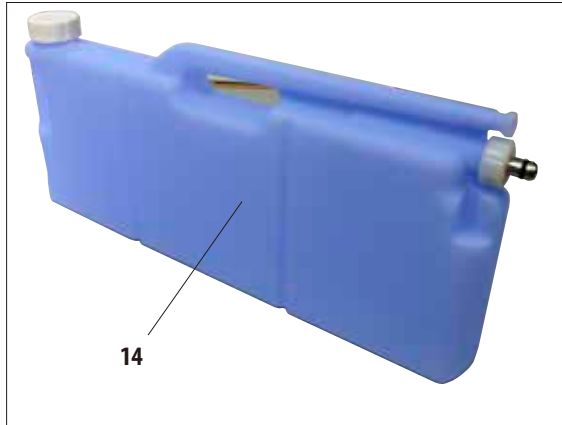

図 52
- 凝縮液ボトル（14、図 52）の形状、接続部の構造は、試薬ボトルと同じです。違いは青色のプラスチック製であることです。